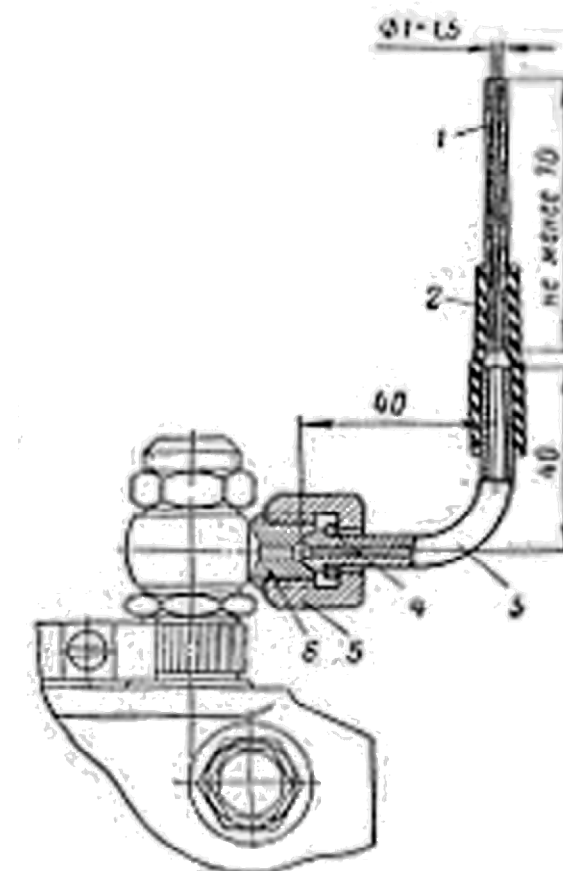

Рис. 18. Установка моментоскопа на штуцер первой секции:
4. Установить моментоскоп (рис. 18) на штуцер первой секции.